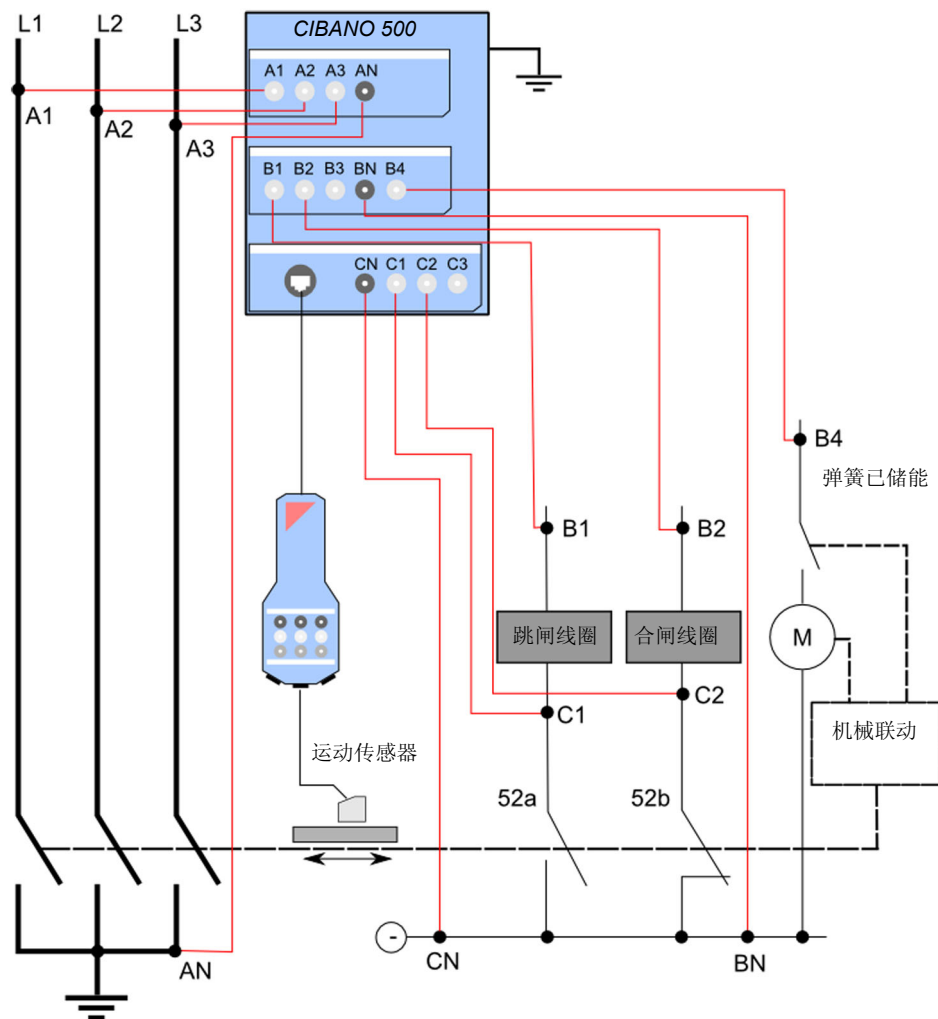

图 17-9: 将 *CIBANO 500* 连接至断路器以执行时间测试
- ▶ 将 *CIBANO 500* 连接至断路器，如图 17-9：“将 *CIBANO 500* 连接至断路器以执行时间测试”所示。